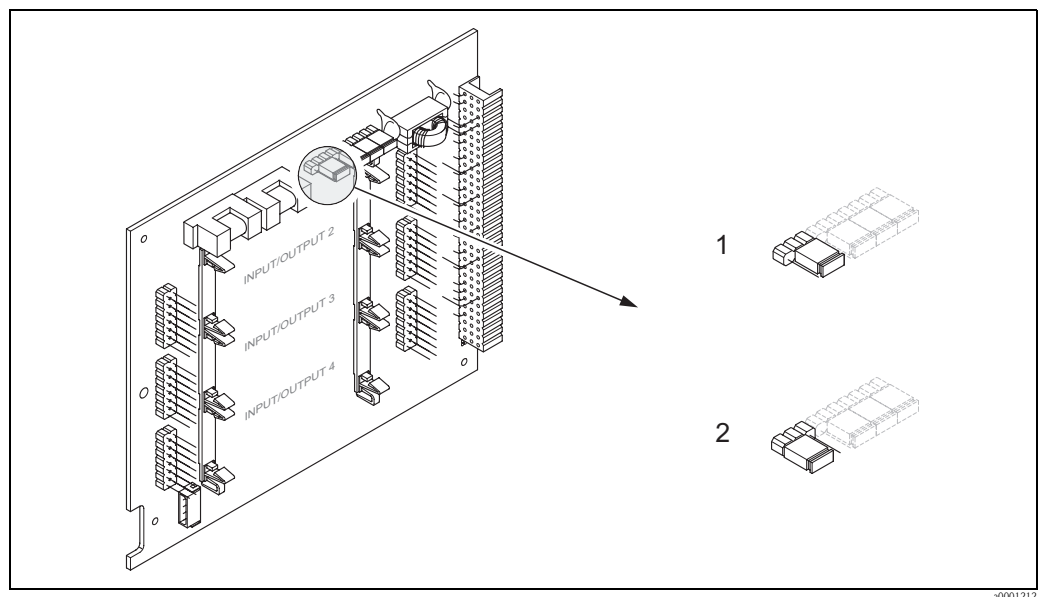

Fig. 29: Activación y desactivación de la protección contra escritura HART
3. Cambie la posición del puente de conexión para activar o desactivar, según el caso, la protección contra escritura HART → Fig. 29)